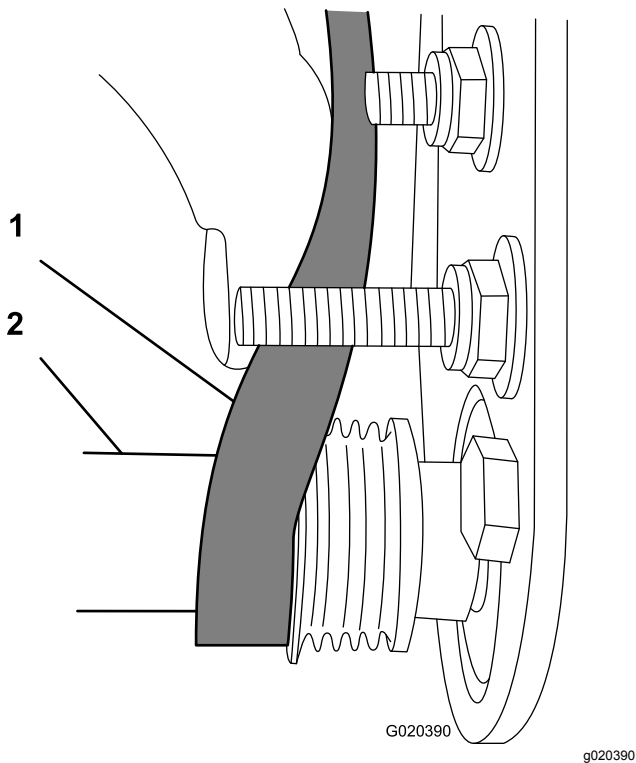

Bild 17
- Verlegen Sie den Riemen von der **Antriebsriemenscheibe** ausgehend (**Bild 17**).
- Drehen Sie die Bürste mit einem Sechskantschlüssel (9/16") und verlegen Sie den Riemen auf der Antriebsriemenscheibe (**Bild 17**).